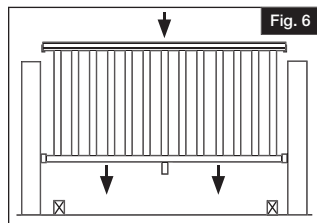

Fig. 6
Attach each 2" top rail bracket with four #10 x 2" square drive screws (Fig. 6). Attach each bottom rail bracket with four #10 x 1½" screws.
Deslice el tramo de travesaño entre los postes y encima de los bloques espaciadores temporales de madera (coloque los bloques junto a los postes de vinilo instalados) (Fig. 6).
Deslice los soportes angulares sobre los travesaños (Fig. 6),
- Marque cuatro ubicaciones para los orificios de los tornillos en cada soporte. Coloque el tramo de barandal por un lado y, a continuación, taladre agujeros de $\frac{1}{8}$ " de diámetro en cada marca (Fig. 6).
Fije cada soporte de travesaño superior de 2" con cuatro tornillos cuadrados #10 de 2" (Fig. 6). Fije cada soporte de travesaño inferior con cuatro tornillos #10 de 1½".